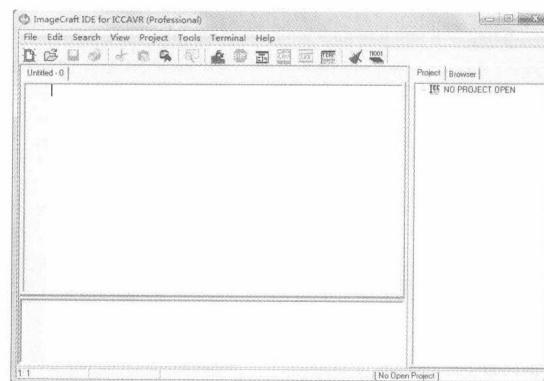

图 1-2-13 新建源程序
(1) 选择 File→New 命令，弹出界面如图 1-2-13 所示。